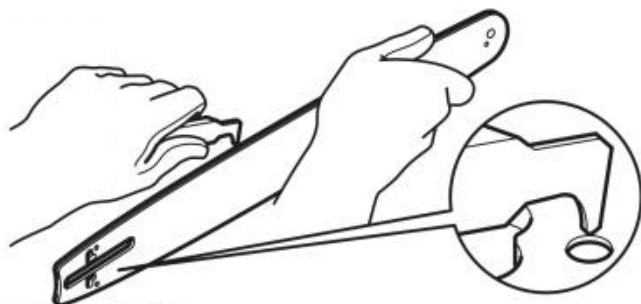

Fig. 71
4. Usuń pozostałości z szyn prowadnicy (C13) za pomocą śrubokręta, szpachli, szczotki drucianej lub innego podobnego narzędzia. Dzięki temu kanały olejowe będą otwarte, co zapewni odpowiednie smarowanie prowadnicy (C13) i łańcucha piły (C12) (Rys. 71).